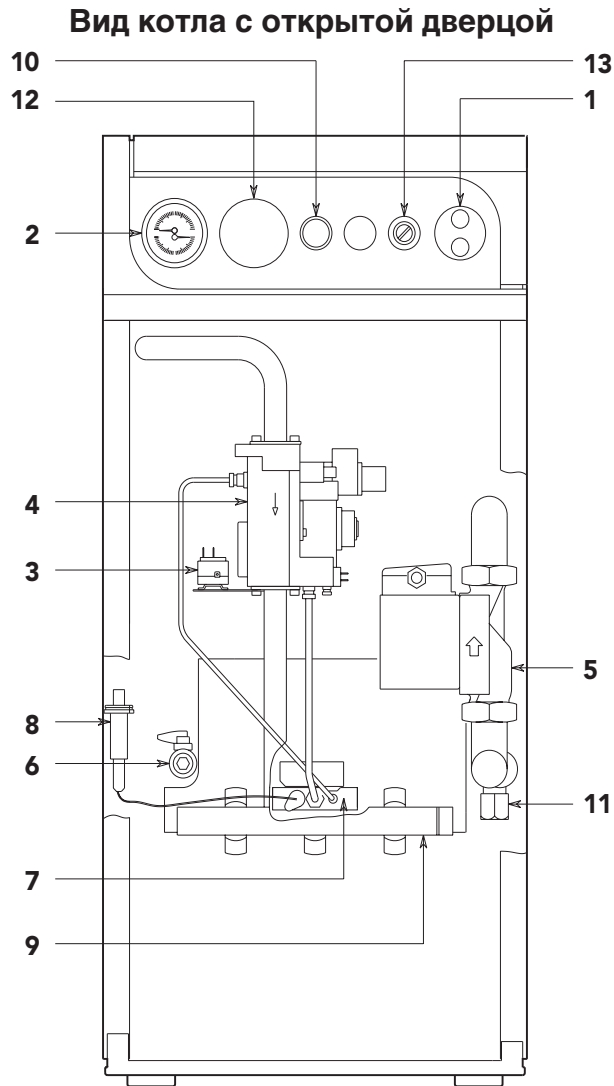

Рис. 2
2.02 Описание компонентов (рис. 2)
В случае срабатывания ДЫМОВОГО ТЕРМОСТАТА, необходимо отвинтить защитный колпачок, расположенный на панели управления (рис. 2 поз. 13) и восстановить рабочее положение термостата вручную, после чего котел продолжит нормальную работу.
8 (рис. 2)расположенного на левой стороне обшивки.